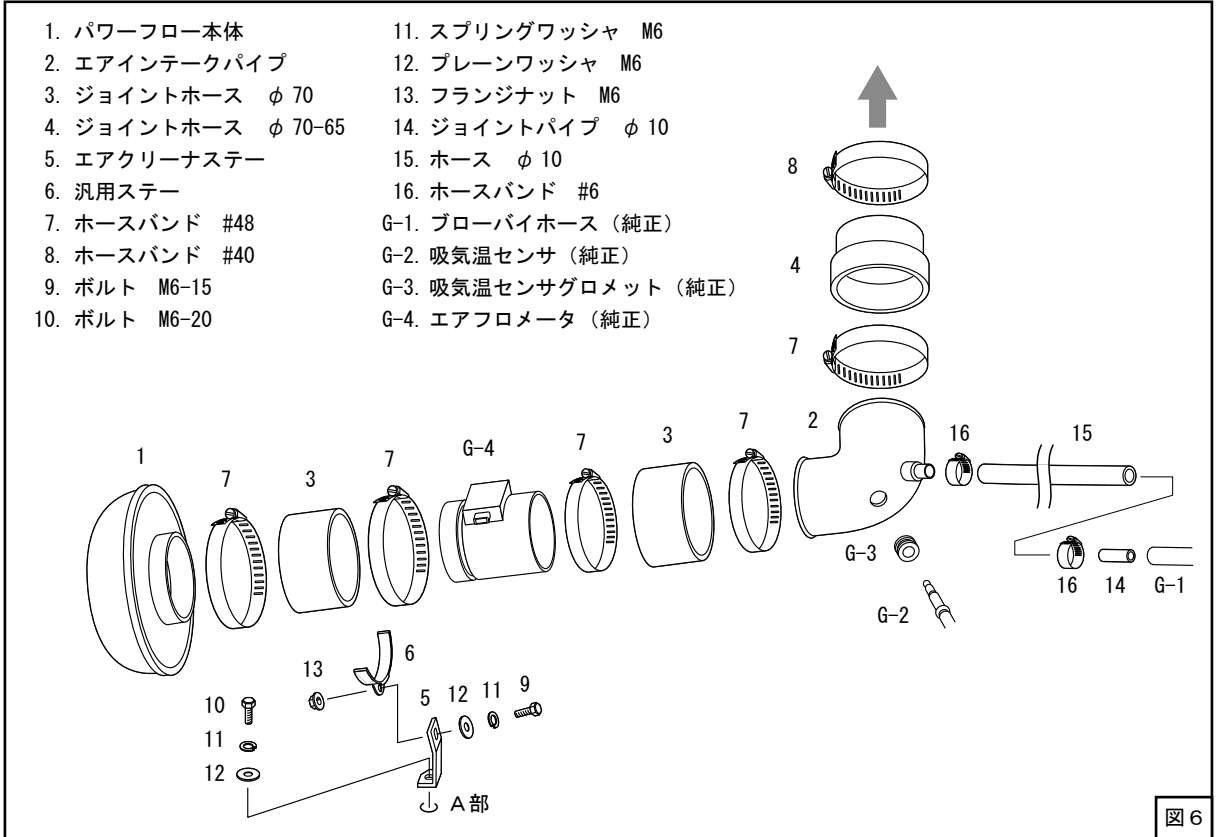
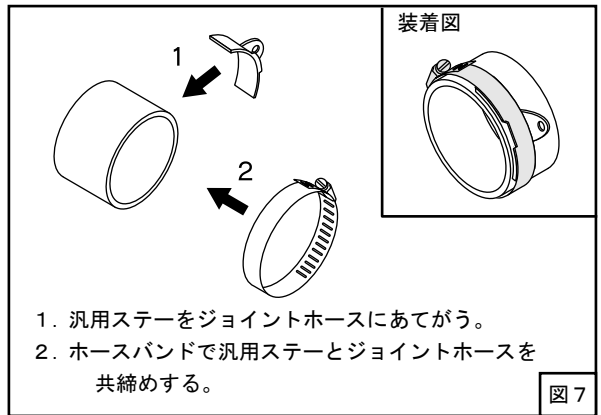

図 6
図 7
(2) キットパーツを仮付けしてください。(図6、図7)
(3) ハーネスを束ねている被膜をむいて、エアフロメータコネクタ・吸気温センサがエアインテークパイプに届くようにしてください。